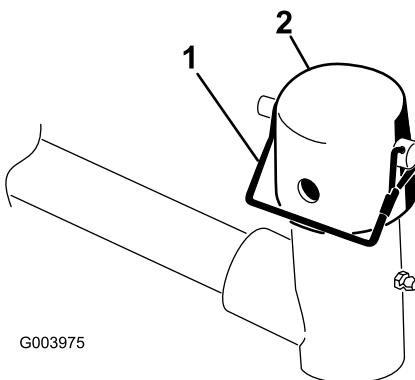

図7
6. 昇降アームのピボットヨークからスナッパピンとキャップを取り図7。
- 10. スナッパピンを使って、キャップとキャリアフレームのシャフトとを昇降アームのヨークに固定する。カッティングユニットをステアリングモードで使う場合はスロットを使い、固定モードで使用する場合には、穴を使う図 7。